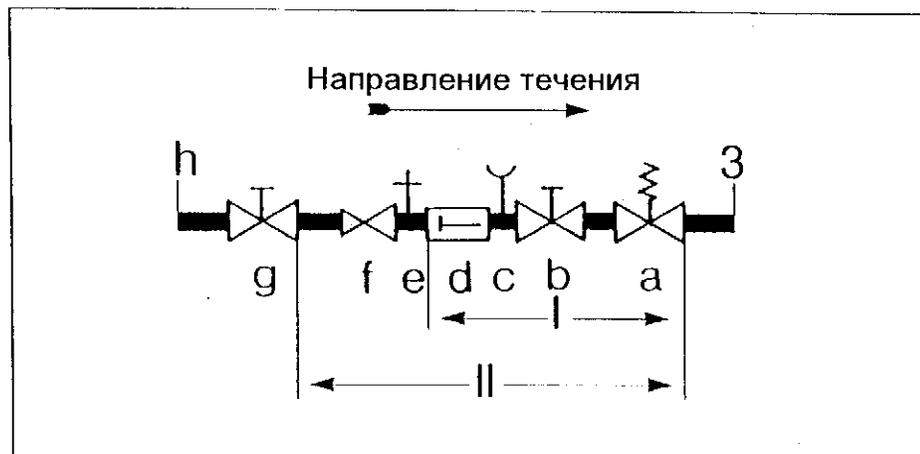

Рис. 5.2 Соединительная арматура для воды
- в) Открыть запорные вентили (b и g, рис. 5.2, стр.13)